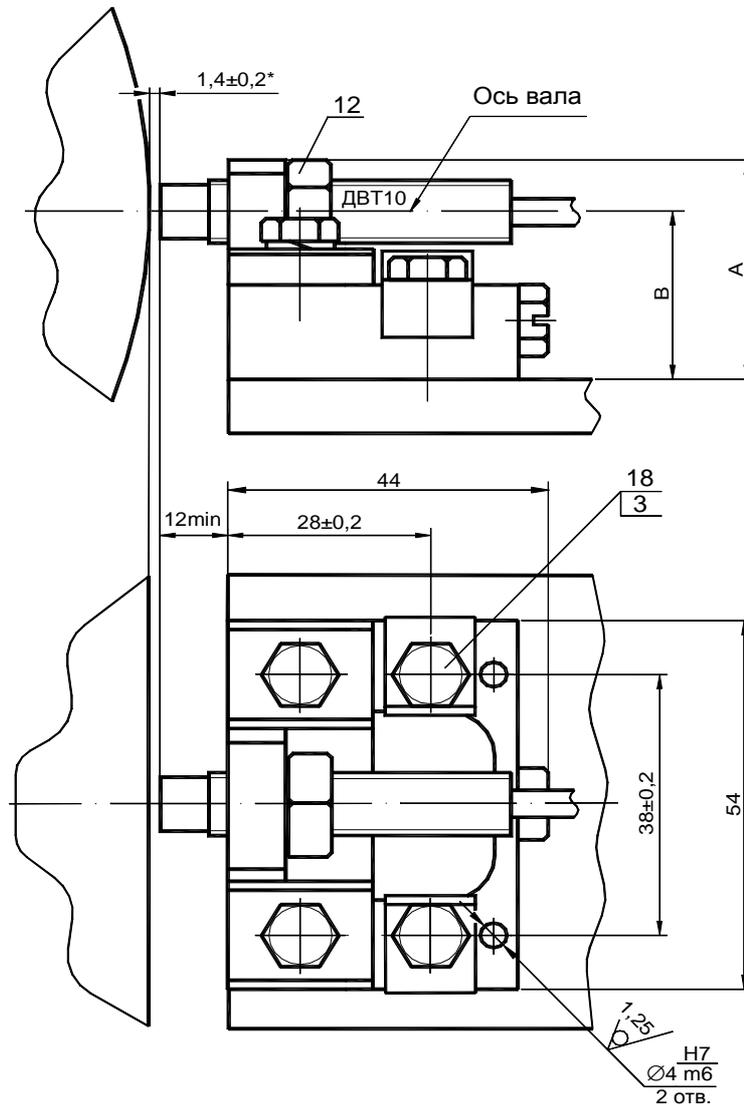

Рис. 17. Установка датчика ДВТ10 на механизме установки МУ11
2. С помощью механизма установки МУ11 (см. рис. 17) установить среднее положение датчика - зазор между датчиком ДВТ10 и металлической поверхностью шейки вала ротора (контрольной поверхностью) $1,4 \pm 0,2$ мм (0,4 мм — нулевой зазор; 1 мм — нулевое положение отсчета), который соответствует показаниям на миллиамперметре 12 мА.